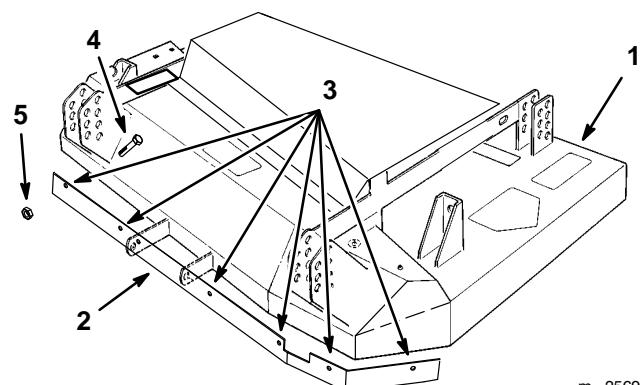

Figure 4
1. Placer la garde avant à l'intérieur de l'avant du plateau de coupe en sorte que l'extrémité gauche se place dans l'angle, et que le haut repose contre le haut du bord avant. Utiliser la garde comme gabarit pour percer 6 trous de 9 mm dans l'avant du plateau, comme illustré (Fig. 4).
2. Monter la garde avant à l'intérieur du plateau de coupe à l'aide de boulons de 8 mm (5/16") insérés de l'intérieur, et d'écrous minces de 5/16" (Fig. 4).